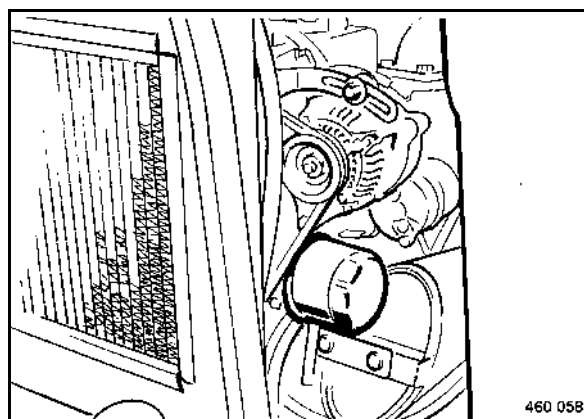

fig. 102
- Dévisser la cartouche (fig. 102) au moyen d'une clé à bande appropriée.